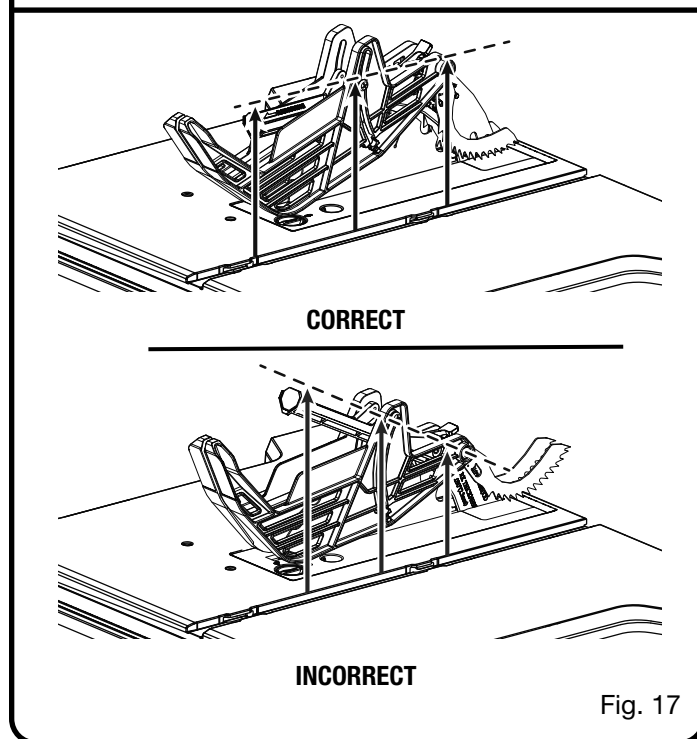

Fig. 17
- Avec le devant du protège-lame à élevé, abaisser le dos du garde dans le trou arrière le couteau diviseur comme illustré. Abaisser l'avant du garde jusqu'à ce que la barre à l'intérieur du garde soit parallèle à la table (voir la figure 17). Si la barre n'est pas parallèle à la table, le couteau diviseur n'est pas en position « en haut ».